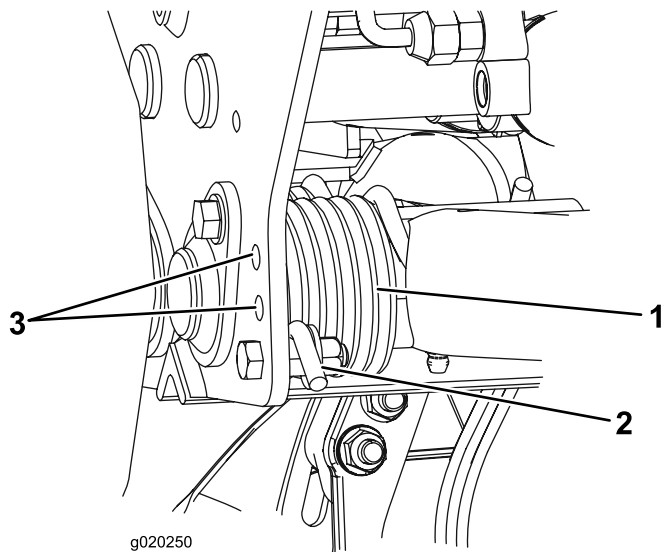

图 35
2. 将一个管子或类似物体插入长弹簧一端并在调节过程中降低弹簧张力 (图 35)。
3. 在降低弹簧张力时拆下将弹簧传动器固定到支架上的螺栓和锁紧螺母 (图 35)。